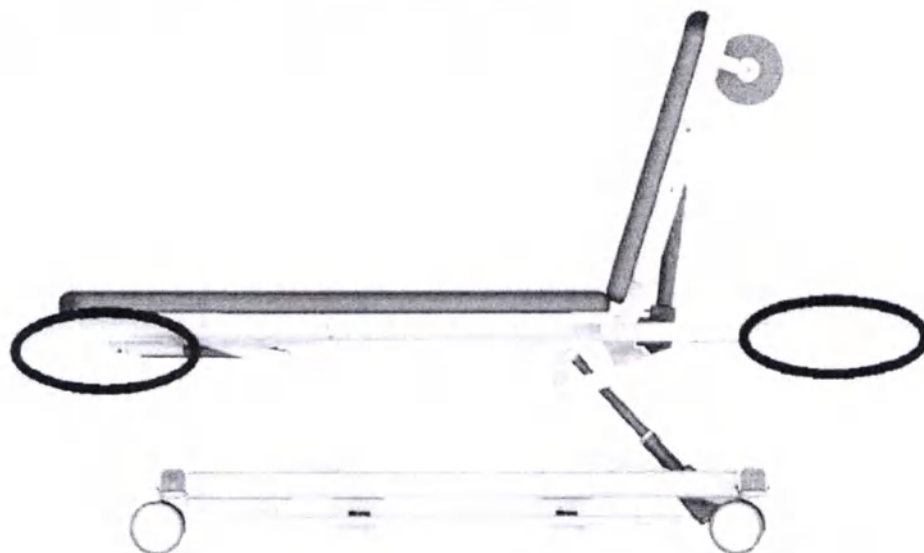

Рисунок 1 – Точки подъема
- Будьте осторожны при подъеме стола. Не поднимайте стол самостоятельно. Вес стола – 120 кг. Точки подъема указаны на Рисунок 1).